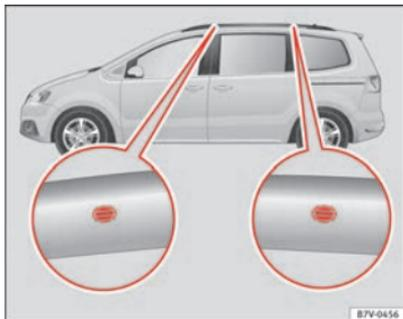

Abb. 102 Befestigungspunkte für Grundträger und Dachgepäckträger.
Die Bohrungen zur Positionierung befinden sich an den Innenseiten der Dachreling ⇒ Abb. 102.
- Die Grundträger nur an den in der Abbildung gezeigten Markierungen befestigen ⇒ Abb. 102.